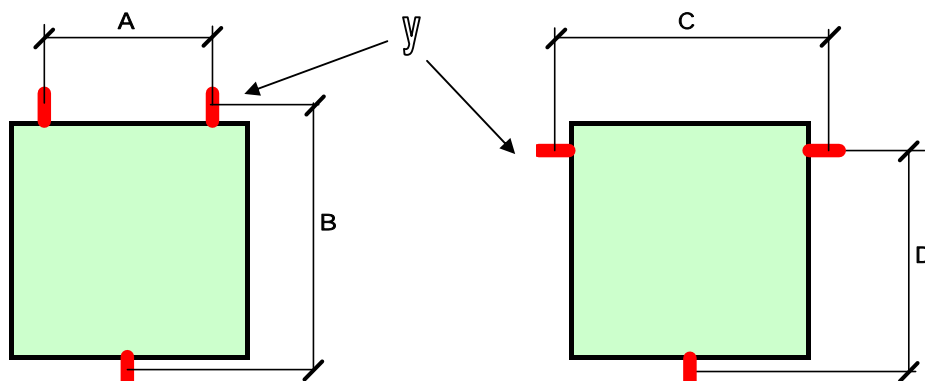

figura 1: cuadro con 3 patas de fijación
- Cuadro mural equipado con patas de fijación (figura 1),
figura 1 bis: cuadro con 4 patas de fijación